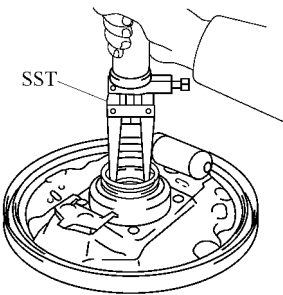

图 14-119 拆下油封（外侧）
(1) 拆下油封（外侧）。使用油封拆卸工具从轴承壳拆下油封，如图 14-119 所示。